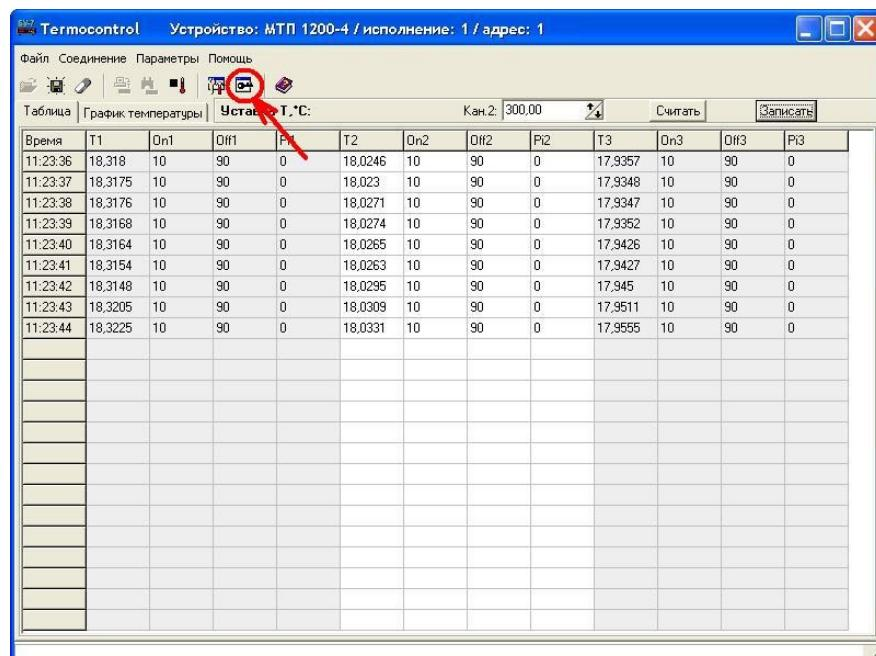

Рисунок 9 – Включение режима настройки печи МТП 1200-4
2.5.6.3.1 Для входа в режим настройки необходимо нажать кнопку «Открыть окно настроек устройства» (см. рисунок 9).